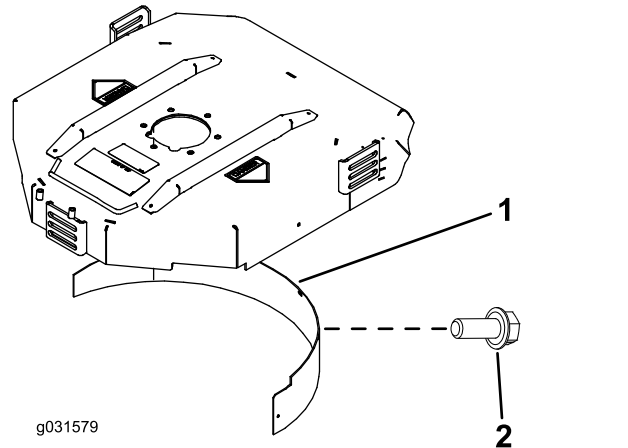

Bild 21
2. Montieren Sie das Mulchablenkblech in der hinteren Öffnung und befestigen Sie es mit fünf Bundschrauben (Bild 21).